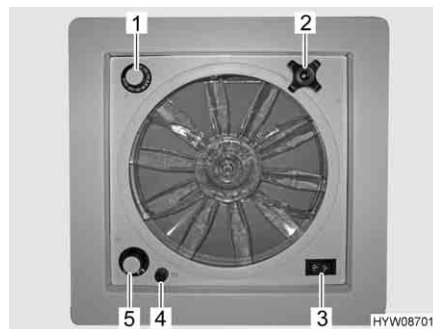

Fig. 46 Oblò con ventilatore
- ▷ Un fusibile da 4 A (Fig. 46,4) protegge da sovraccarico il motore del ventilatore. Se si verifica un sovraccarico: Individuare per prima cosa la causa (ad es. il ventilatore è sporco), poi sostituire il fusibile.
- Ruotare la maniglia girevole (Fig. 46,2), finché non si raggiunge l'angolo di apertura desiderato.
- Portare l'interruttore a levetta (Fig. 46,3) su "Aerazione" (flusso d'aria dall'esterno verso l'interno) o "Sfiato" (flusso d'aria dall'interno verso l'esterno).
- Portare l'interruttore a levetta (Fig. 46,3) sulla posizione centrale.
- Posizionare l'interruttore girevole (Fig. 46,5) sul grado desiderato:
- Ruotare il termostato (Fig. 46,1) fino alla battuta in direzione "blu".